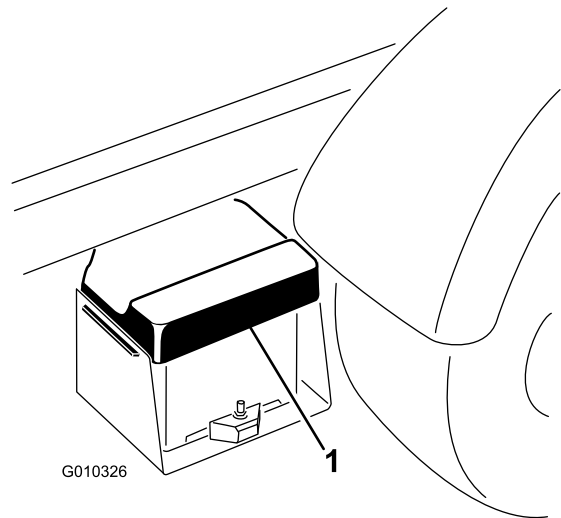

Bild 3
- A. Drücken Sie die Batterieabdeckung zusammen, um die Laschen aus dem Unterteil zu lösen (**Bild 3**).
- B. Nehmen Sie die Batterieabdeckung vom Unterteil ab (**Bild 3**).